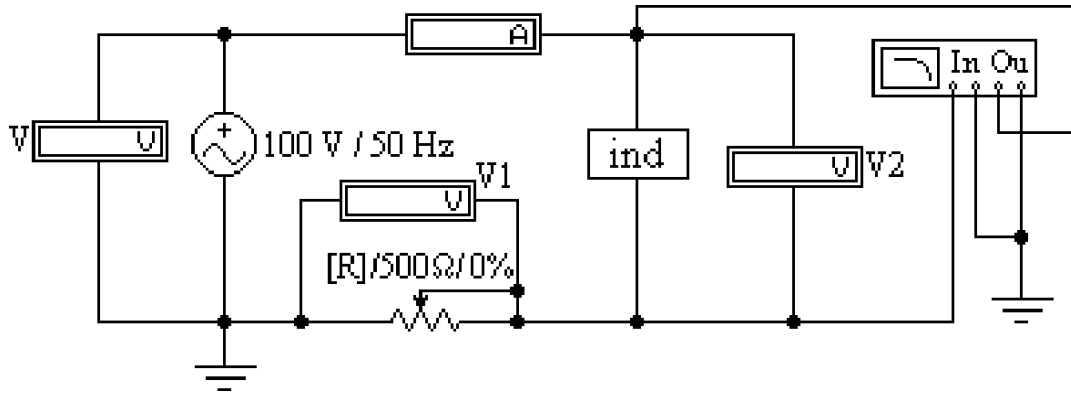

Рис. 3.5
Схема, показанная на рис. 3.5, питается от источника синусоидального напряжения с частотой 50 Гц и действующим значением напряжения 100 В. Катушка индуктивности в схеме, представлена блоком, который нужно выбрать в поле компонентов *Favorites* из набора  $\text{ind1} \div \text{ind10}$  в соответствии с вариантом. Когда сопротивление реостата  $R_1$  равно нулю, по показаниям приборов можно вычислить параметры схемы замещения катушки  $R$  и  $L$ .
2.1. Открыть файл *LW3b* и извлечь из поля компонентов *Favorites* подсхему *ind*, соответствующую номеру своего варианта. Собрать остальную часть схемы, показанной на рис. 3.5.